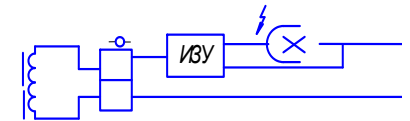

Рис. 2
8.2 Для подключения аппарата необходимо соединительные провода сети, лампы и ИЗУ подсоединить к соответствующим клеммам клеммных колодок согласно схемы, указанной на рис. 2.